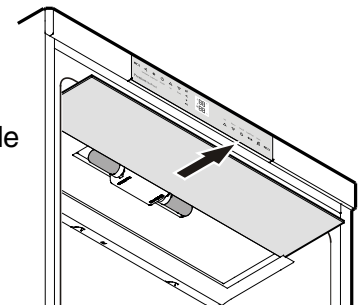

Figure 16
2. Retirer la plaque de verre - **Figure 16**.